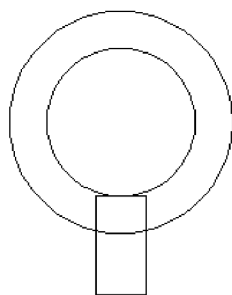

图 13-13 移动矩形
3) 捕捉矩形上方的边的中点, 移动至直径 12 的圆的下端象限点, 如图 13-13 所示。